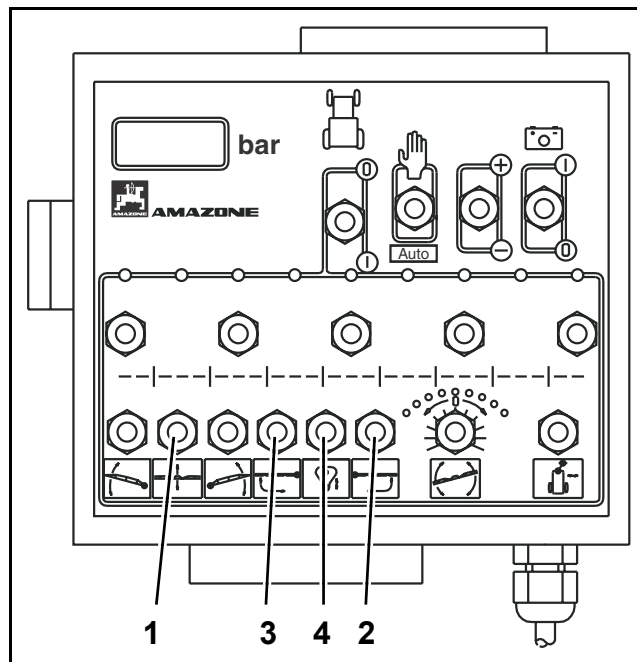

Fig. 8.37
- En actionnant l'interrupteur (Fig. 8.37/1) correspondant à la fonction montée/descente hydraulique, montez la rampe à mi-hauteur.
- Maintenez la touche (Fig. 8.37/2) en position "déplier" jusqu'à ce que les différents segments du bras droit soient complètement dépliés. Les vérins hydrauliques se chargent respectivement à verrouiller la rampe en position de travail.
- Maintenez la touche (Fig. 8.37/3) en position "déplier" jusqu'à ce que les différents segments du bras gauche soient complètement dépliés. Les vérins hydrauliques se chargent respectivement à verrouiller la rampe en position de travail.
- Déverrouiller de sa position de transport la compensation tri-directionnelle, en utilisant la touche (Fig. 8.37/4).
- Actionnez l'interrupteur (Fig. 8.37/1) pour régler la hauteur de travail de la rampe souhaitée.